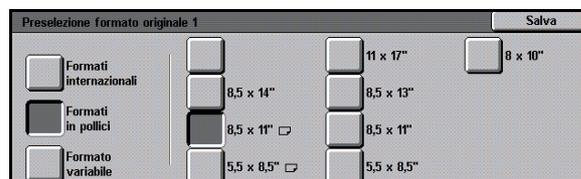

Fig. 60: Schermata di impostazione del formato originale con l'opzione Formati in pollici selezionata
- Selezionare il pulsante **Formati in pollici**, quindi selezionare uno dei formati standard americani (Fig. 60).